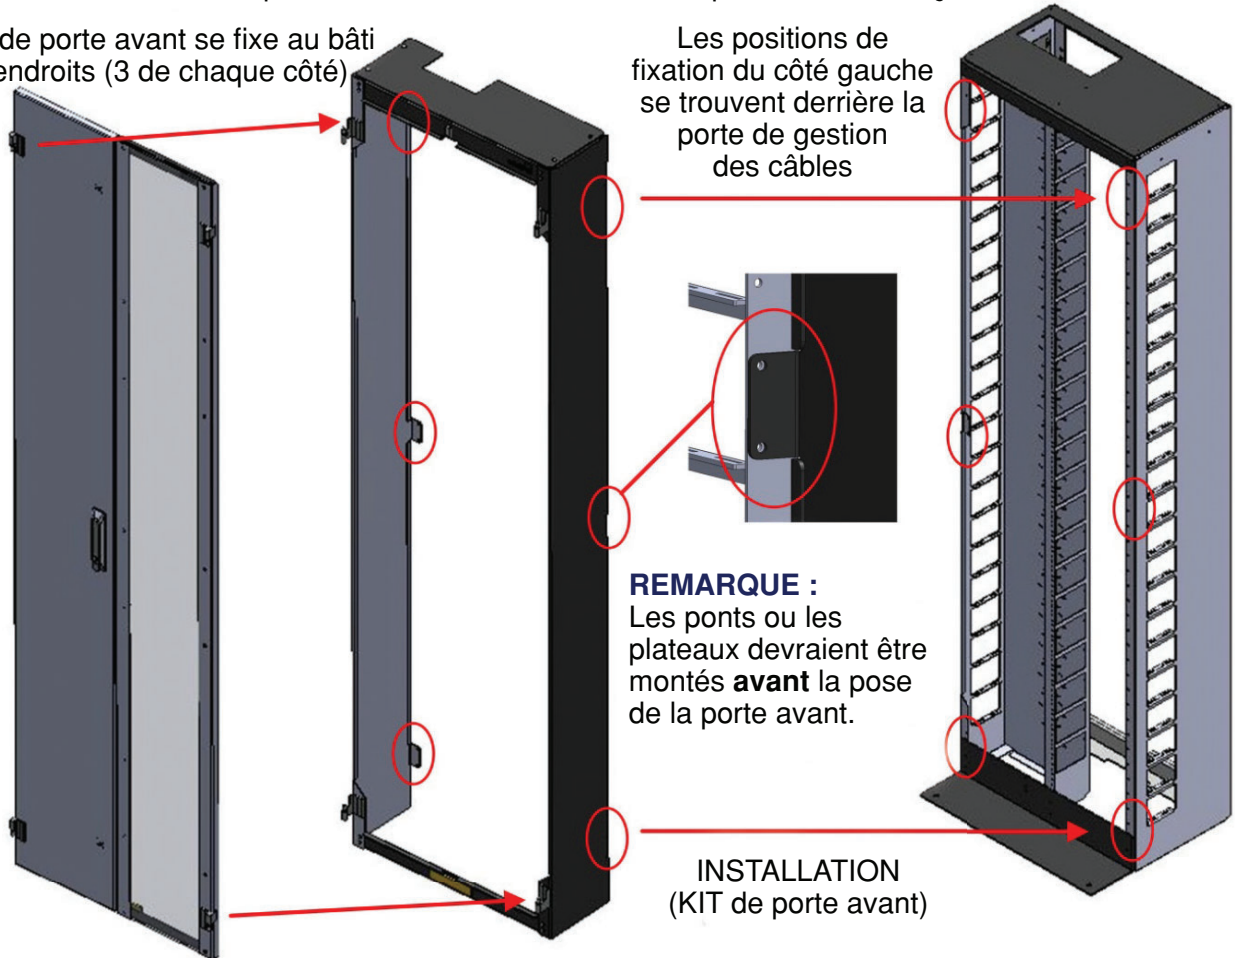

Figure 33
- 8.5 Fixer le kit de porte the HDF 3168 avec les vis #12/24 fournies (2 vis à 3 emplacements: la partie supérieure, le centre et la partie inférieure du côté gauche du bâti et aux positions 0, 10 et 21 du pont sur le côté droit du bâti) comme l'indique la Figure 33.
- 8.7 Placer les battants gauche et droit de la porte sur les tiges des charnières (Figure 33).